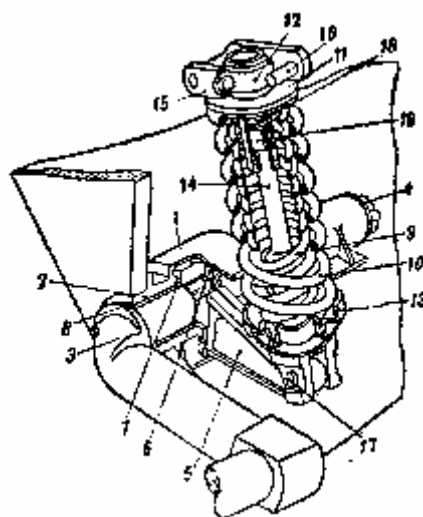

Рис. 136. Балансир и подвеска переднего опорного катка:
Балансиры передних катков отличаются от остальных (рис. 136). Ось балансира переднего катка опирается на две втулки, запрессованные в кронштейн корпуса 1. Смазку передней втулки осуществляют снаружи танка через отверстие в торце оси балансира 3 (отверстие закрыто ввёрнутой пробкой), а задней втулки — изнутри танка через маслёнку, ввёрнутую в крышку торца кронштейна 4.
- 1) Надеть на ось балансира проставочное кольцо 8 (см. рис. 136).
Осевое перемещение остальных балансиров после закрепления планок (см. рис. 125) и гайки 6 у переднего катка (см. рис. 136) должно быть в пределах 0,5...3,5 мм.
- 1) Расшплинтовать и вынуть палец, соединяющий шток подвески с рычагом 5 (см. рис. 136).
Подвески передних опорных катков (рис. 138 и 139) расположены внутри носовой части корпуса и ограждены специальными щитками. Подвеска переднего катка (см. рис. 136) состоит из двух винтовых пружин — внутренней 9 и наружной 10; стакана 11 с приваренным к нему кольцом 12, имеющим цапфы; опоры пружин 13; штока 14; траверз 15 и пальцев 16, при помощи которых подвеску крепят к корпусу танка.
- 2) Отъединить шток 14 (см. рис. 136) подвески от рычага 5.